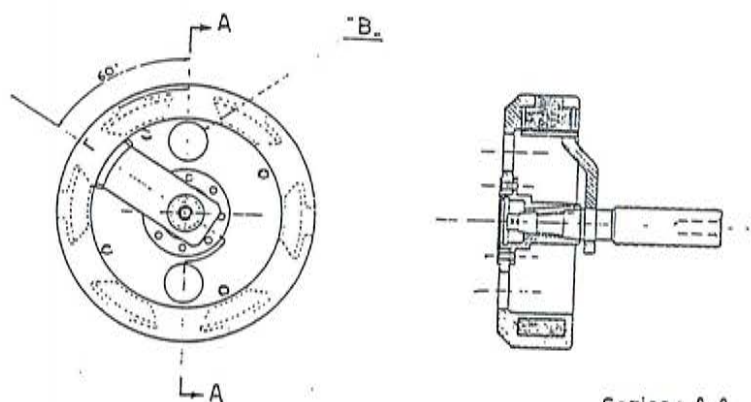

Fig. 61 - Fasatura camma
3. - Montare la nuova camma in fase rispetto ai pacchi lamellari del volano usando l'attrezzo 12648/C visibile in fig. 61 ; servendosi della camma stessa come
Il calibro dovrà formare un angolo di 60° con una linea passante per i centri dei fori B, come illustrato in fig. 61.